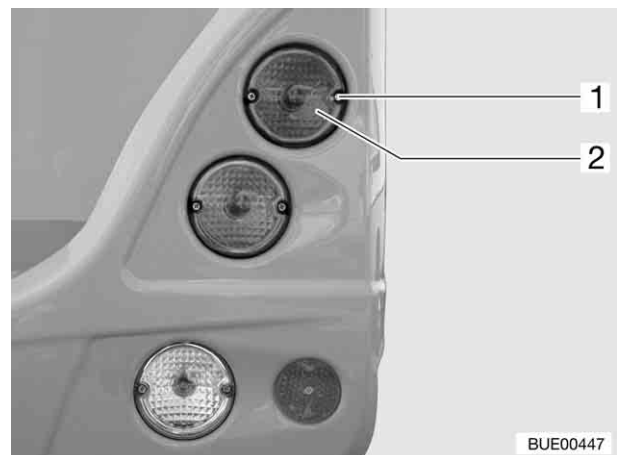

Fig. 180 Eclairage arrière (variante 1)
- Desserrer les vis du boîtier (Fig. 180,1).
- Retirer le boîtier (Fig. 180,2) du support de lampe.